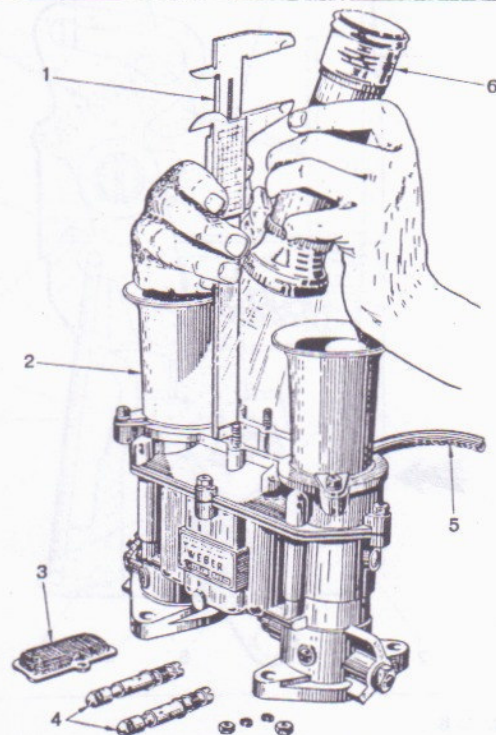

ABB. 45
b) Schublehre **1** und Taschenlampe **6**, innerhalb der Mischrohrkammer, nach Entfernung der Luftdüse und des Mischrohrs, wie in **Abb. 45** gezeigt. Sobald das Ende des Lehrstabes den Kraftstoff berührt, treten Lichtreflex auf und der Stand kann so genau gemessen werden. Diese Kontrolle ist fast in allen Vergasern der Sportmotoren möglich, die oft mit einer elektrischen Kraftstoffpumpe ausgerüstet sind, was bei dieser Messung besonders von Nutzen ist.
15) Ansaugtrompeten - Abb. 45